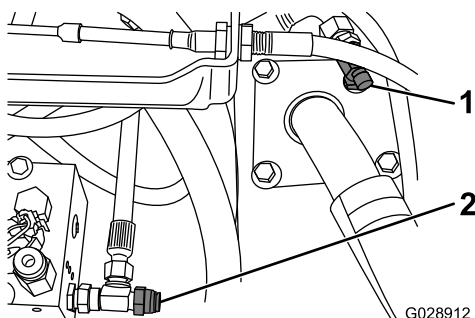

Bild 1
3. Entfernen Sie hinten am Mähwerkblock den 3/8" großen Ablaufschlauch und stecken Sie einen Blindstopfen in die Öffnung (**Bild 1**).
6. Befestigen Sie das T-Anschlussstück (1/4") (**Bild 1**).